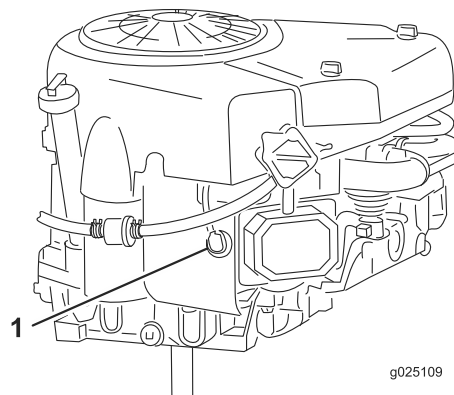

Figura 28
6. Desconecte el cable de la bujía (Figura 28).
8. Retire la bujía y la arandela de metal (Figura 28).
3. Conecte el cable de la bujía (Figura 28).